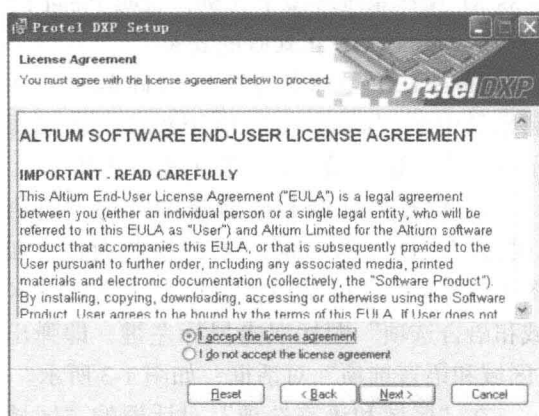

图 1-5 注册协议许可对话框
3) 单击 **Next >** 按钮,就可以进入如图 1-5 所示的注册协议许可对话框。在该对话框中,设计者如果对 Altium 公司提出的使用协议没有异议,选中“I accept the license agreement”单选项,然后单击 **Next >** 按钮继续下一步。